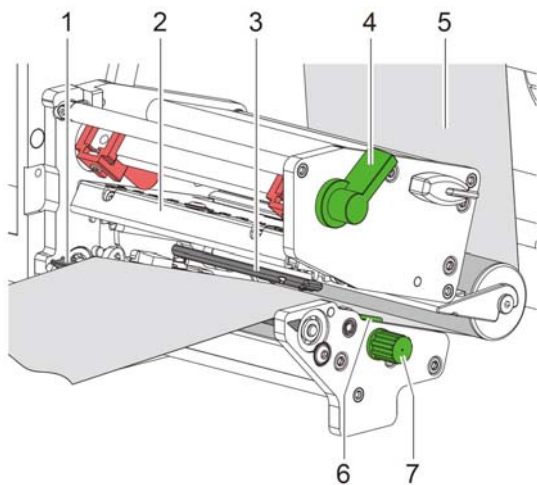

图7. 安装标签纸于打印模块里
5. 参照图7，在印字头打印模块里，将标签纸卷置于标签纸传感器（3）下方，并从前方标签剥离板穿出（1）；